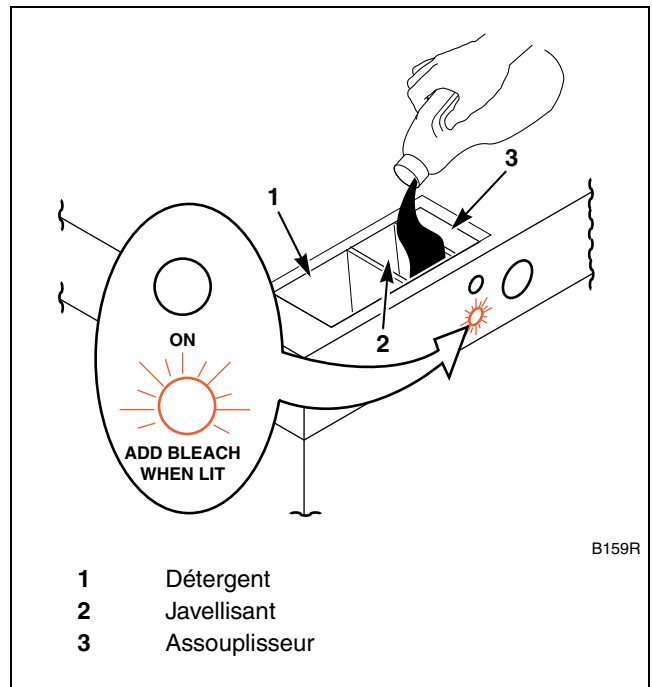

Figure 23
9. Verser de l'eau de javel dans le compartiment 2 lorsque le voyant ADD BLEACH (ajouter eau de javel) est allumé. Se reporter à la *Figure 23*.